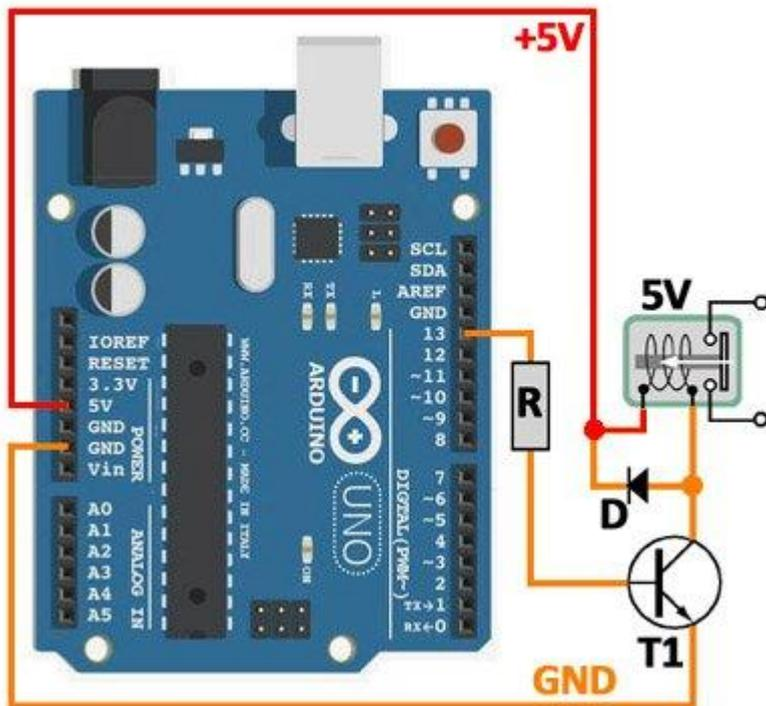

figura 2
**Primo caso:** immaginiamo di voler comandare un relè, in modo che si attivi (cioè che la sua bobina venga alimentata) quando sul pin di Arduino è presente un livello **H**; nell'esempio si è raffigurato il pin 13, ma potrebbe essere qualsiasi altro pin digitale. Se si utilizza un relè la cui bobina funziona a 5 V, lo schema può essere quello di figura 2.